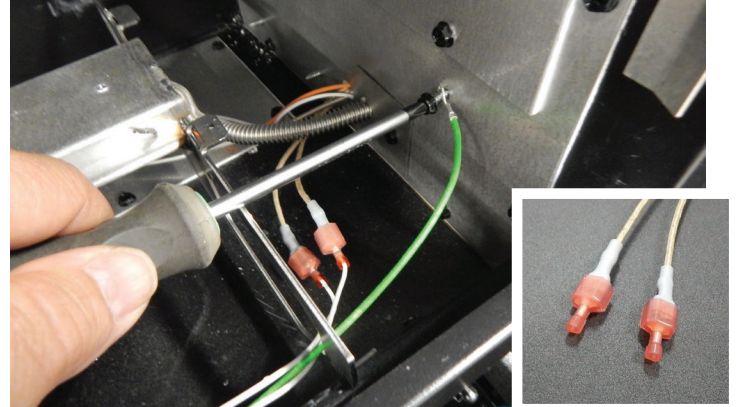

Figure 7
10. Localiser et retirer la vis hexagonale de 5/16 po sur le côté droit de la chambre de combustion, tel qu'illustré à la **Figure 7**, puis la remettre en place tout en fixant l'extrémité du fil de masse vert. Retirer les deux capuchons rose d'extrémité des deux fils beige d'accessoires d'éclairage situés près du côté droit de la chambre de combustion (voir l'encart) et les jeter; connecter ensuite ces fils beige aux bornes du fil d'éclairage LK9. **Voir Figure 7.**